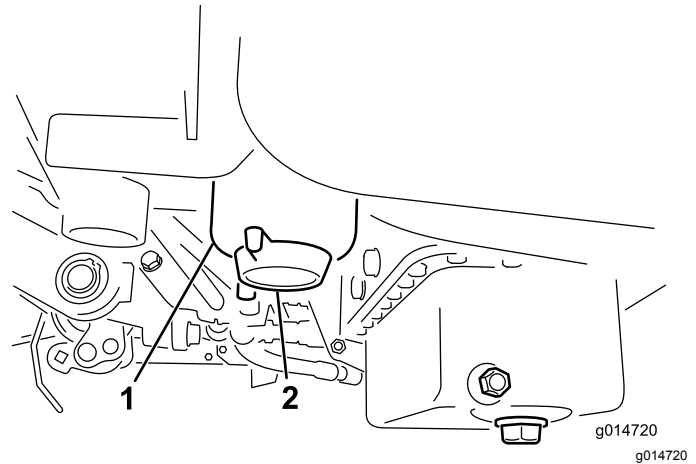

Figure 26
3. Dévissez le bouchon de vidange situé sur le filtre à carburant d'environ un tour et vidangez l'eau éventuellement accumulée (Figure 26).